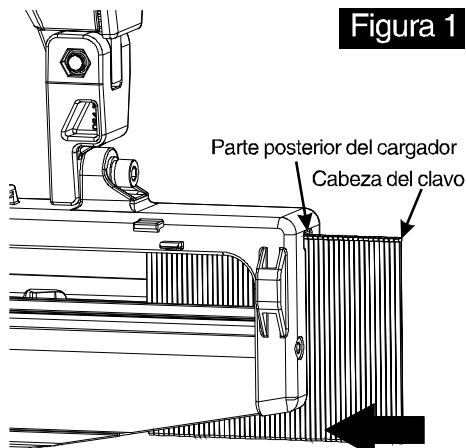
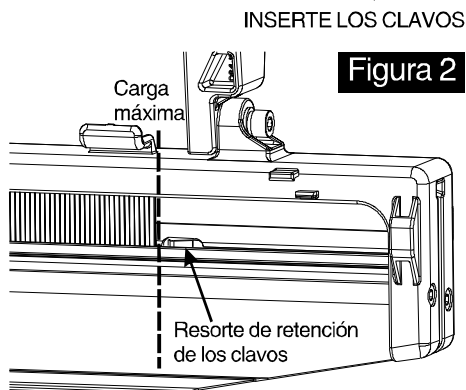

Figura 1
Figura 2
2. Coloque el listón de sujetadores en la parte posterior del cargador (A). Asegúrese de que los sujetadores apunten hacia abajo. (Vea figura 1 & figura 2)